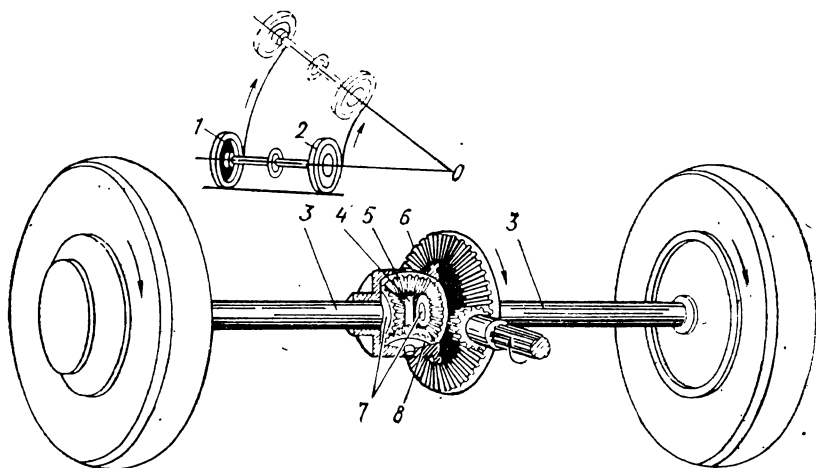

Рис. 36
Задание 85. I. При повороте автомобиля его внешние и внутренние колеса за один и тот же отрезок времени проходят разные участки пути (рис. 36). Аналогичное явление происходит при движении автомобиля
V. Какими цифрами на рис. 36 обозначены крестовина, конические шестерни-сателлиты, полуосевые шестерни?
VI. Какие детали дифференциала обозначены (рис. 36) цифрами 3 и 8?
VIII. Как передается крутящий момент от ведомой шестерни 6 (рис. 36) главной передачи к полуосям 3?